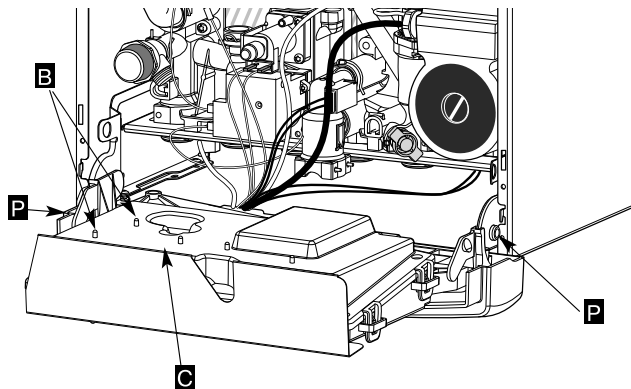

Рис. 10
- Отверните винты **B** и снимите крышку **C** (рис. 10).
Выключите электропитание котла, снимите кожух, откройте блок, нажав на два фиксатора **Р** (рис. 10): органы регулировки находятся на электронной плате за заглушкой **Е** (рис. 11).